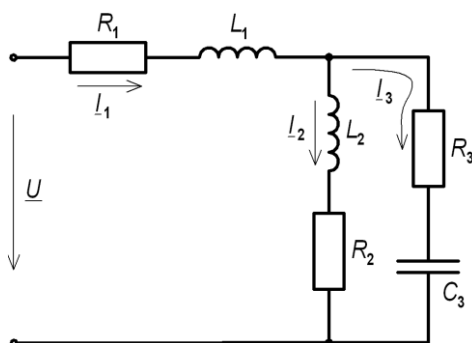

Рис. 3.
**Задача 3.** Для схемы электрической цепи с переменным напряжением частотой  $f = 50$  Гц (рис. 3) необходимо: